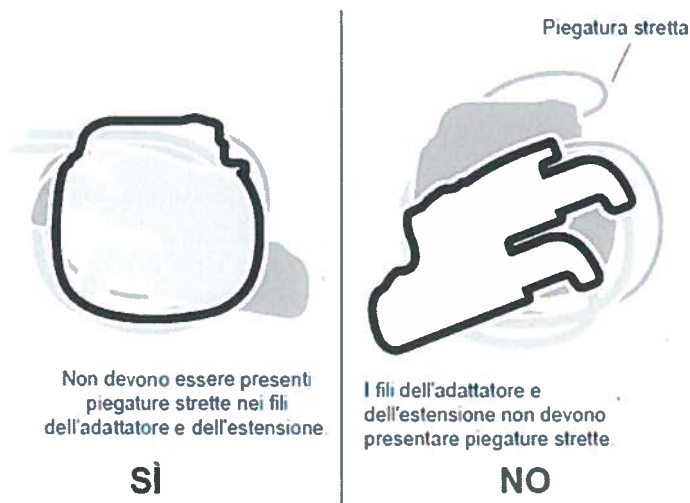

Figura 10. Verifica dell'assenza di piegature strette dei fili.
- 1. Posizionare l'adattatore per tasca dietro il neurostimolatore. Raccogliere il filo dell'adattatore ed il filo dell'estensione in eccesso dietro l'adattatore, avendo cura di evitare che i fili formino piegature strette (Figura 10).**